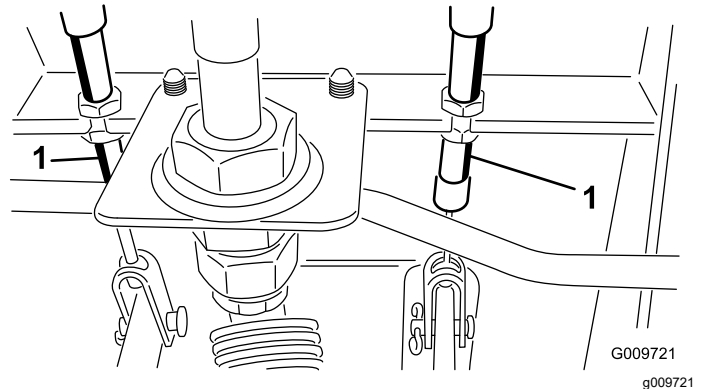

Bild 95
- A. Lockern Sie die vordere Mutter an der Gewindeseite des Bremszuges (Bild 95).